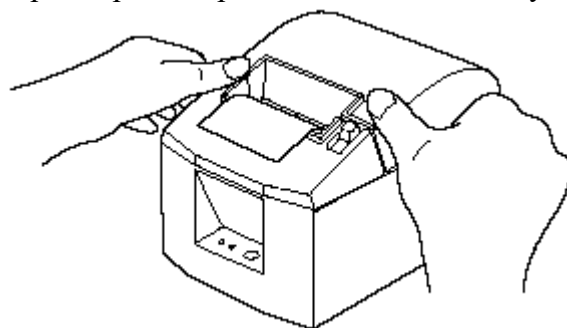

Рисунок 7.11 – Закрытие верхней крышки
7.4.5 Нажать на оба края верхней крышки, чтобы захлопнуть ее (Рисунок 7.11).